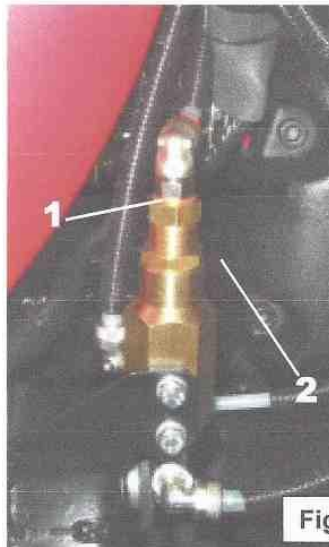

Fig. 7
-- 8.2) FINAL MAXIMUM PRESSURE CHECKING AND CALIBRATION (Fig. 7) --